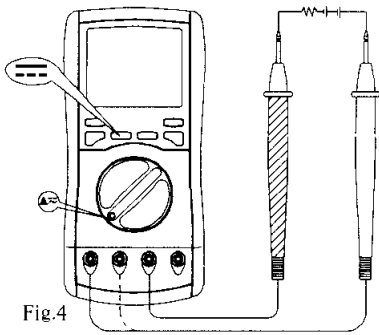

Fig.4
3. Измерение постоянного тока (DCA) (Fig.4)